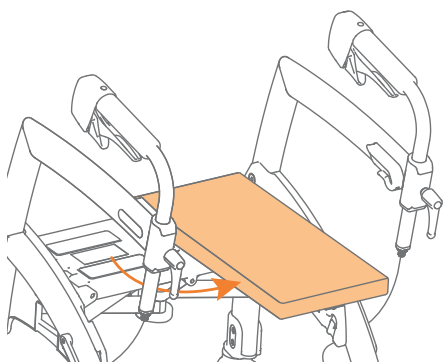

Figura 13: Posizionare il cuscino del sedile trasversalmente.
- Tirare via il cuscino del sedile, ruotarlo di 90 gradi e posizionarlo trasversalmente sul lato della maniglia rossa (**Figura 13**).